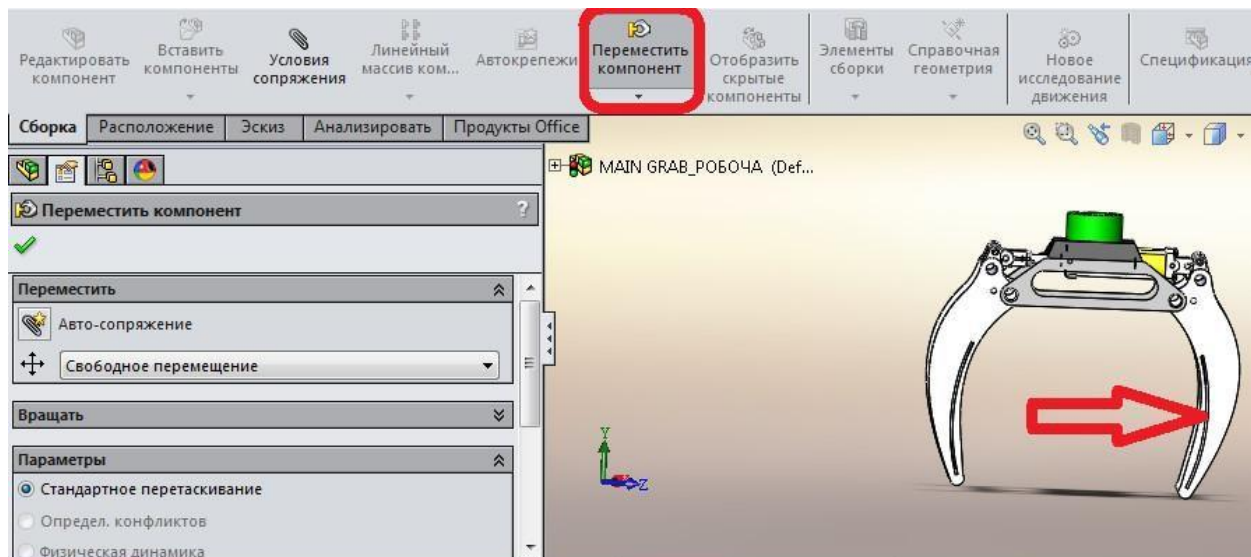

Рис.4. Положення захватів на 5 секундах
2.4.4. У графічній області перетягнете компонент **GRAB SIDE** у розкриті положення звахватів, що показано на рис.4.